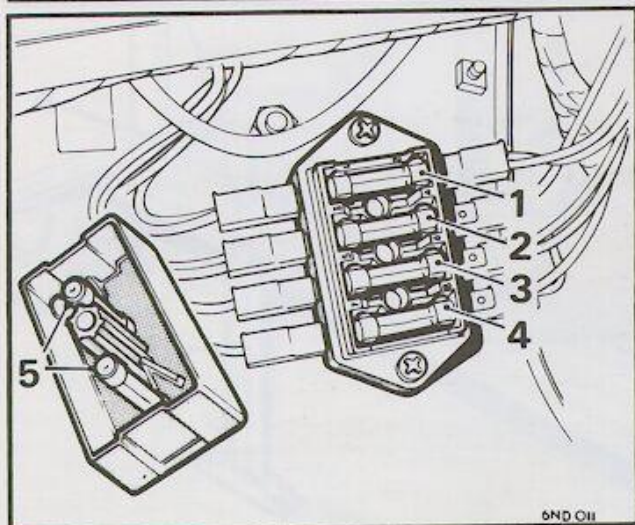

Fig. 1
- La scatola portafusibili (Fig. 1) è situata accanto al centro del vano motore. Per accedere ai fusibili, togliere il coperchietto.